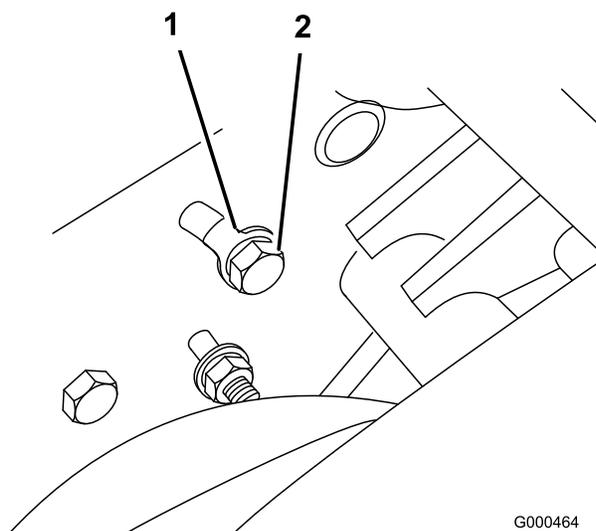

Figure 47
- A. Sur l'arrière de la plaque latérale, desserrez le boulon de fixation de la patte de montage de la poulie de tension à la plaque latérale (Figure 47).